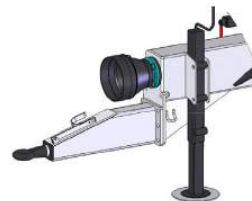

Рис. 11. Опора навозоразбрасывателя N267, 267/1
Перед отсоединением навозоразбрасывателя от трактора следует поставить машину на стояночный тормоз, опустить опору рис. 11
- одну сторону разбрасывателя домкратом поднимите так, чтобы колесо не касалось земли и предохраните его от опускания, после чего, попытайтесь повернуть колесо, проверить зазор на подшипниках, рис. 11